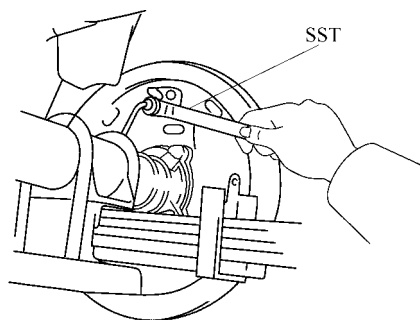

图 14-114 从制动分泵脱开制动管
(5) 从制动分泵脱开制动管。使用制动器管接头螺母 10×12mm 扳手从制动分泵脱开制动管，如图 14-114 所示。
(6) 拆下后桥轴。